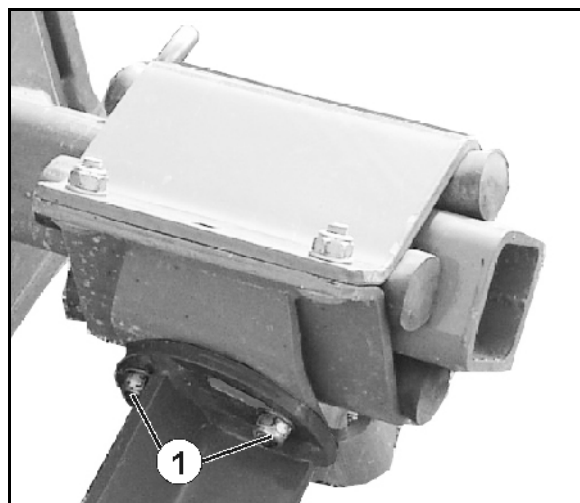

Fig. 61
2. Løsn tre forskruninger (Fig. 61/1).